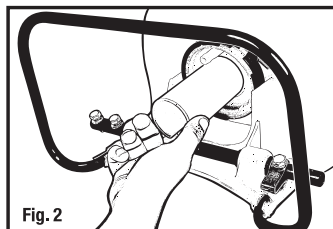

Fig. 2
- La manguera no debe desenroscarse de la empuñadura, mientras haya presión en ella. Con la empuñadura quitada, puede limpiarse el aparato rápidamente. Le recomendamos limpiar a menudo el filtro que se encuentra en el interior de la empuñadura (fig. 2). Si la tobera distribuye irregularmente, es debido a suciedad en la misma, lo cual se arregla fácilmente con una limpieza cuidadosa, o bien, la tobera se ha averiado debido a un golpe, en cuyo caso conviene cambiarla. Para protección especial del pistón, cilindro y manguito (tipo 425/435) contra líquido sucio, hemos montado un tamiz adicional a la entrada de la cámara de aire. Limpiar este tamiz después de la operación sacudiéndolo fuertemente, en caso líquido limpio y sin arena, sacar el tamiz, quitando la cámara de aire hacia abajo primero.